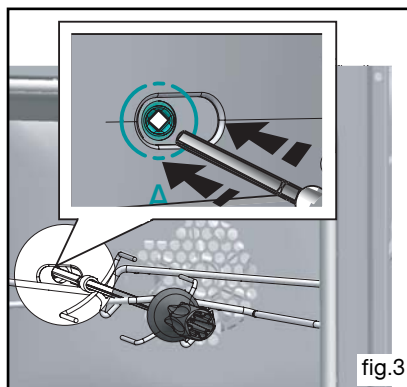

fig.3
• Plat multi-usages 45 mm. Système de rails coulissants avec accessibilité totale (fig.3)
• poussez légèrement pour engager la pointe de la broche dans le carré d'entraînement situé au fond du four (fig.3).